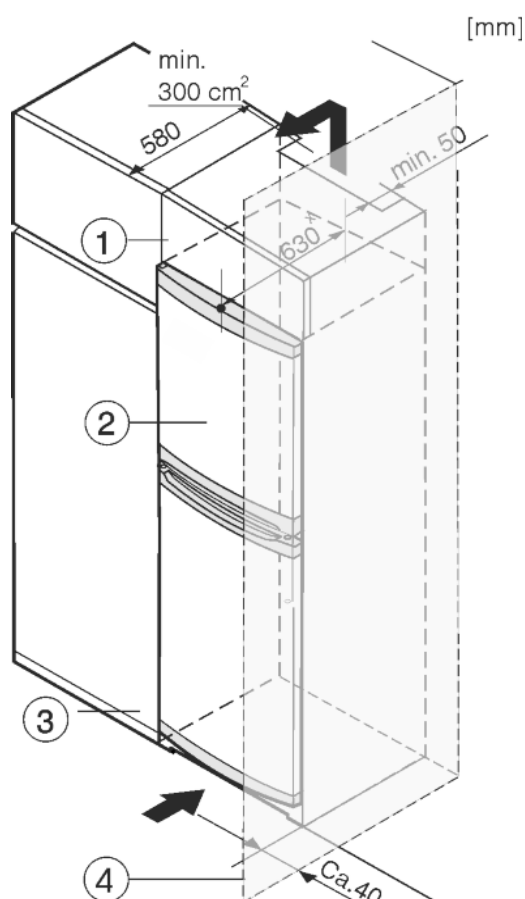

Fig. 8
Das Gerät kann mit Küchenschränken umbaut werden. Um das Gerät Fig. 8 (2) der Küchenzeilenhöhe anzugleichen, kann über dem Gerät ein Aufsatzschrank Fig. 8 (1) angebracht werden.
Beim Umbau mit Küchenschränken (Tiefe max. 580 mm) kann das Gerät direkt neben dem Küchenschrank Fig. 8 (3) aufgestellt werden. Das Gerät steht seitlich 34 mm * und in der Gerätemitte 50 mm * gegenüber der Küchenschrankfront vor.
Wenn das Gerät mit den Scharnieren neben einer Wand Fig. 8 (4) aufgestellt wird, muss der Abstand zwischen Gerät und Wand mindestens 40 mm betragen. Dies entspricht dem Griffüberstand bei geöffneter Tür.